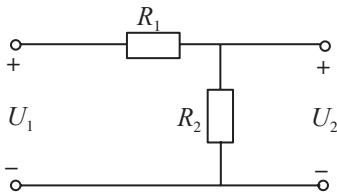

图 1-43 简答题 4 电路图
4. 串联电阻分压器如图 1-43 所示, 已知输入电压 $U_1=36\text{ V}$, 要求输出电压 $U_2=12\text{ V}$, 这时 R_1 和 R_2 的阻值应满足什么关系? 如果 $R_2=1\text{ k}\Omega$, R_1 的阻值是多少?